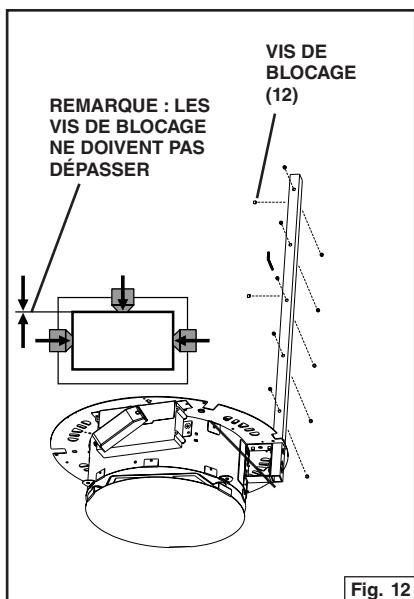

Fig. 12
4. Insérez 12 vis de blocage dans chaque bras de support inférieur. Assurez-vous que les vis ne dépassent pas dans la section intérieure du bras. Fig. 12.